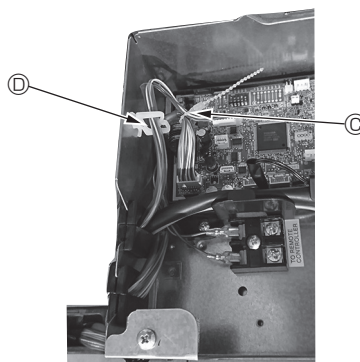

Fig. 10-14
- Placer de overskydende dele af i-see-Sensorens og signalmodtagerens tilslutningsledninger i ledningsklipsen i boksen med elektriske komponenter som vist i diagrammet, og fastgør ledningerne sammen med beslaget. (Fig. 10-14)